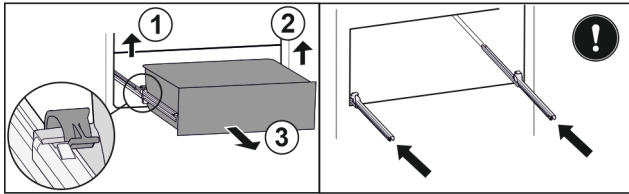

Fig. 37*
- ▶ Sollevare il morsetto a sinistra e contemporaneamente tirare in avanti il cassetto a sinistra Fig. 37 (1).*
- ▶ Sollevare il morsetto a destra e contemporaneamente tirare in avanti il cassetto a destra Fig. 37 (2).*
- ▶ Rimuove il cassetto tirandolo in avanti Fig. 37 (3).*